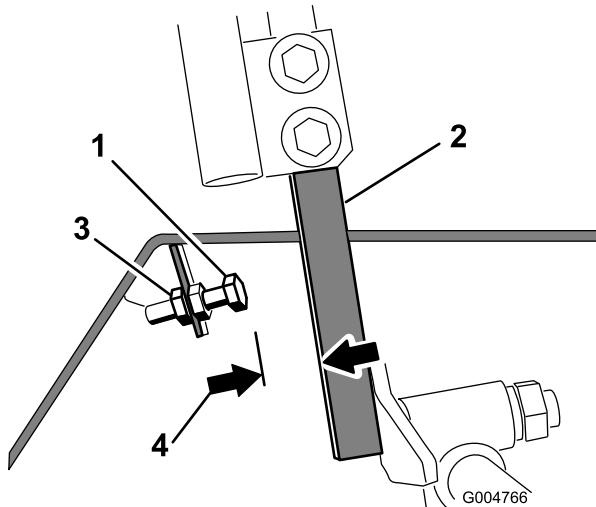

Figure 86
4. Desserrez l'écrou de blocage sur le boulon d'arrêt de l'un des leviers de commande (Figure 86).